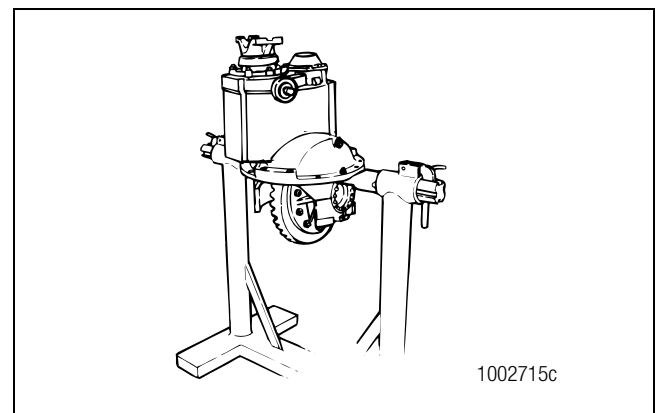

Figura 3.10
8. Con una herramienta de elevación, levante el portadiferencial por el yugo de alimentación o brida y coloque el conjunto sobre un soporte de reparaciones. No levante a mano. Consulte la Sección 10 para hacer un soporte de reparaciones para el portadiferencial. Figura 3.10.